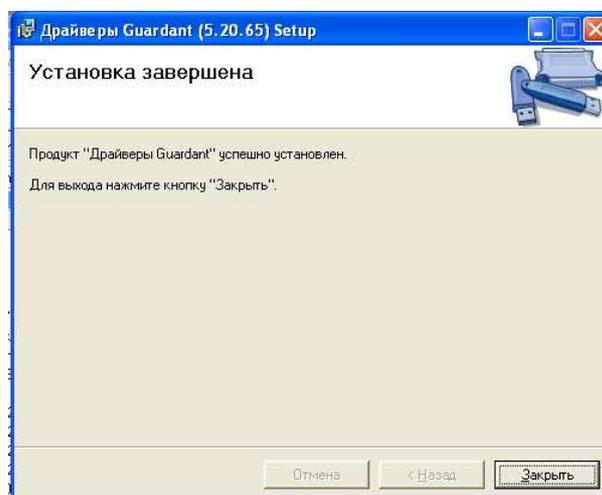

Рис. 8.35
- по окончании установки появится окно Рис. 8.35. Нажмите на кнопку «Закреть»;